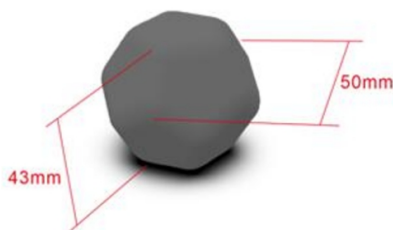

图 4 定位模型
4.1.1 比赛开始前，每台机器人上预装有 1 个“定位装置”模型，模型如图 4 所示。